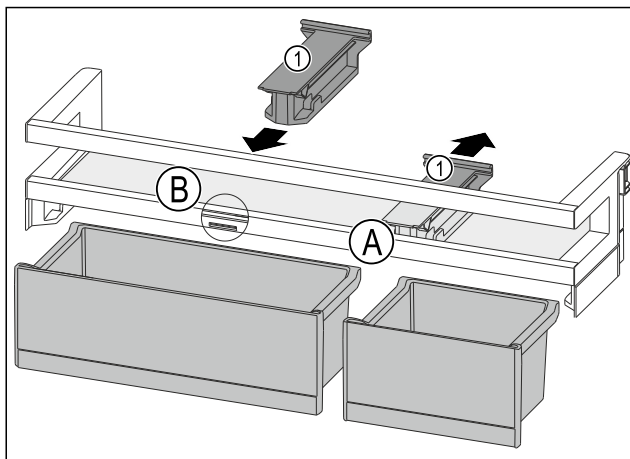

Fig. 224
- Vedä kiinnitysosa Fig. 224 (1) kohdassa Fig. 224 (A) taaksepäin irti.
- Aseta kiinnitysosa Fig. 224 (1) kohdassa Fig. 224 (B) paikalleen.